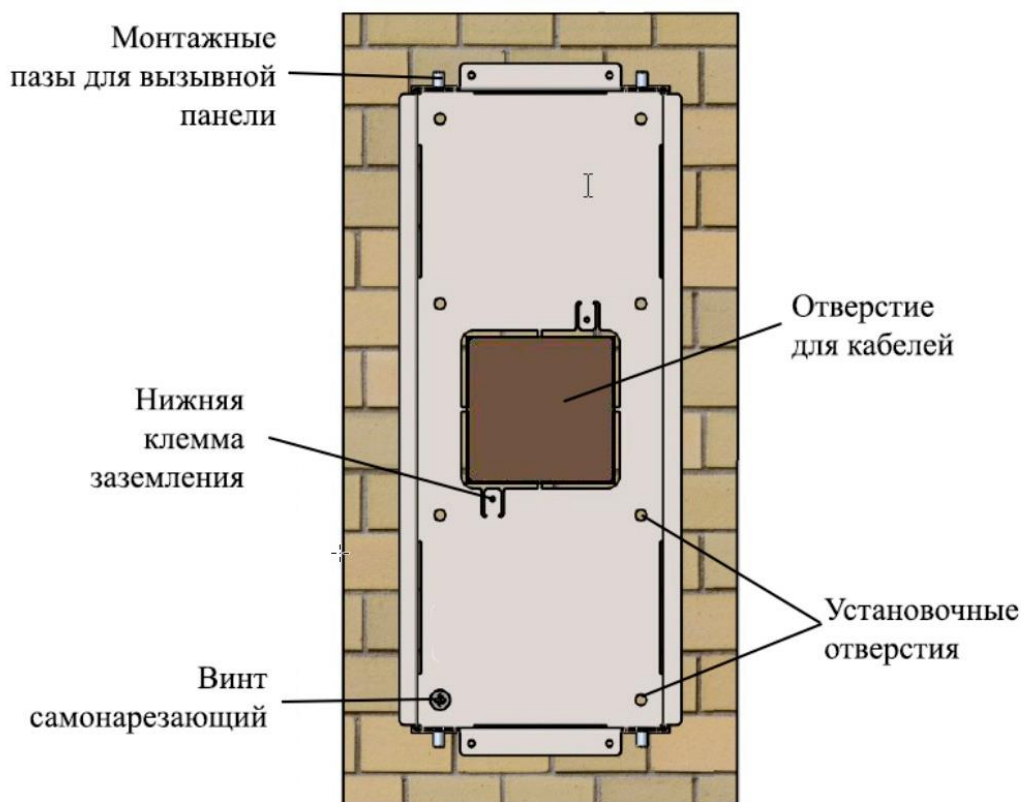

Рисунок 6 — Установка крепления в стену
- 2.3.3. Просверлить установочные отверстия глубиной **30 мм** и диаметром **6 мм**, установить в них дюбели. Установить и прикрутить крепление самонарезающими винтами (рисунок 6).
- 2.4.1. Аккуратно проложить провода через крепление, отогнуть нижнюю клемму (рисунок 6) и подключить к ней провода заземления с помощью наконечника из комплекта поставки.